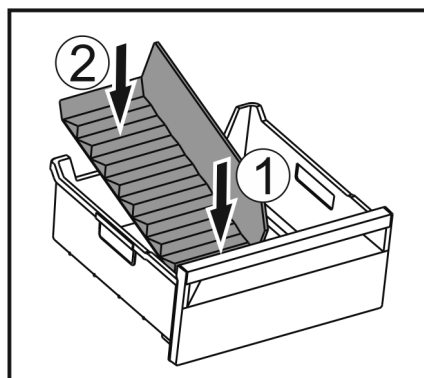

Fig. 196
- Поставете предната част на разделителя на отделението за лед. Fig. 196 (1)
- Спуснете задната част на разделителя на отделението за лед до дъното на чекмеджето. Fig. 196 (2)